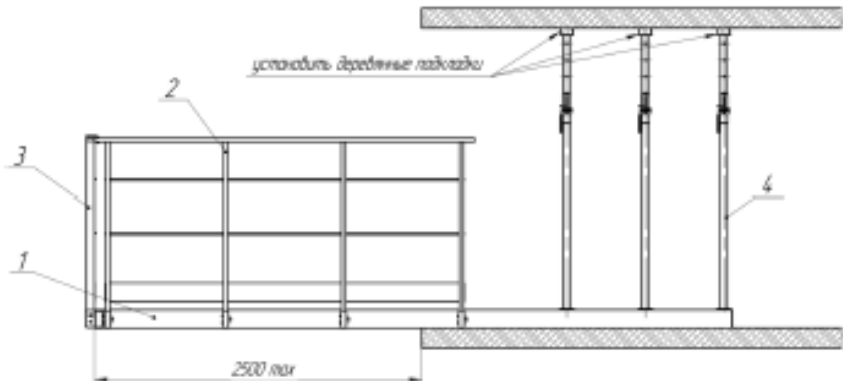

Рис. 1. Выносная площадка. Схема установки.
Изделие состоит из следующих узлов (рис. 1):
- вынос площадки за перекрытия должен быть не более 2500 мм (см. рис. 1);
- между перекрытием и каждой стойкой в её верхней части должны быть установлены деревянные подкладки (см. рис.1);